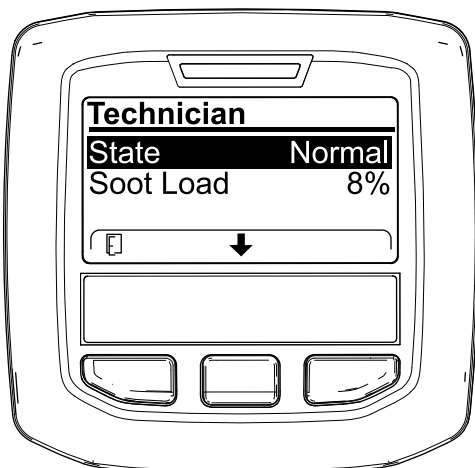

Figura 37
- Utilize a tabela de funcionamento do DPF para compreender o estado atual do funcionamento do DPF (Figura 37).